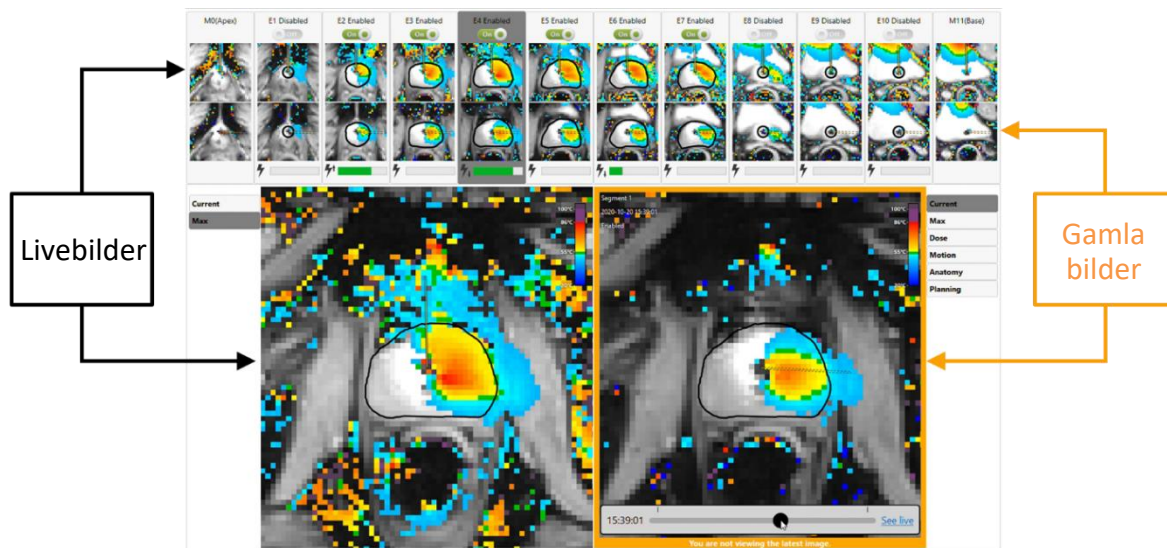

Bild 63: Meddelandet "You are not viewing the latest image" (du granskar inte den senaste bilden) nedanför skjutreglaget för historik
**OBS!** När du granskar bilder från tidigare tidpunkter anger en ram runt den högra granskningsvyn att de senaste bilderna inte visas (*Bild 63*). En streckad linje visar var strålvinkeln befann sig vid föregående tidpunkt. Om du vill återgå till den aktuella tidpunkten klickar du på **See live** (se live) eller drar skjutreglaget för historik tills det inramade meddelandet försvinner.